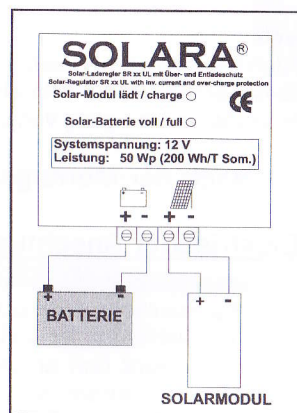

Abb. 2
Zuerst das Masseband von der Batterie abklebmen und das Modul abdecken um unnötige Kurzschlüsse und Funkenbildung zu vermeiden. Das Kabel vom Solarmodul wird direkt zum Solarladeregler verlegt. Von dort verlegen Sie eine neue Leitung direkt zur Batterie. Diese wird dort an die Pole + und - angeklemt (siehe Abb. 2). Bei 24 Volt Systemspannung müssen je 2 Module in Reihe geschaltet werden. Zur Absicherung der Leitung sollten Sie eine Sicherung einbauen, die sich möglichst dicht bei der Batterie befindet. Die Stärke der Sicherung sollte das 2-fache des Modulstromes betragen.
Prima cosa staccare la connessione negativa dalla batteria e coprire il modulo per prevenire contatti. Il cavo del modulo deve essere connesso al regolatore. Da li' un nuovo cavo va alla batteria collegando il meno e il piu'uno dopo l'altro (fig.2). Per un sistema a 24 volt bisogna installare 2 moduli in serie. Il cavo dal regolatore alla batteria deve essere protetto con un fusibile di una corrente doppia di quella prodotta dal modulo (in questo modo dovrebbe essere piu' resistente).
2. Se necessario allungare il cavo del modulo con un cavo di dimensione 2x2,5mmq. (fig.2)